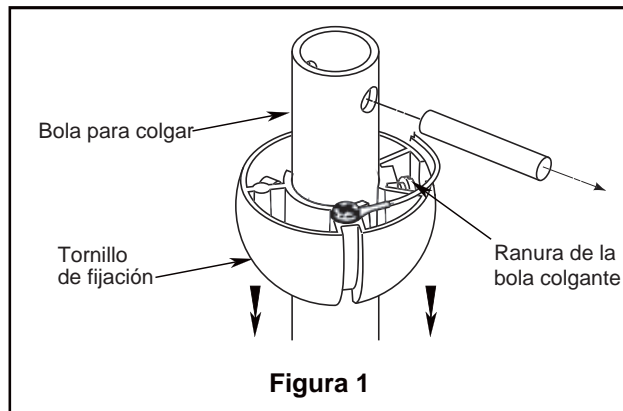

Figura 1
1. Extraiga la pieza de la bola colgante de la unidad de la bola colgante / varilla aflojando el tornillo de presión de la bola colgante hasta que la bola se libere de la varilla. Retire el pasador del barral y luego extraiga la semiesfera. Conserve el pasador y la semiesfera para su reinstalación en el Paso 6. (Figura 1)